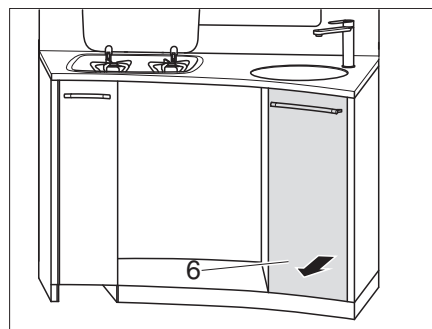

Fig. 127 Estrarre e togliere il cassetto alto della cucina
- Estrarre e togliere il cassetto alto della cucina (Fig. 127,6).